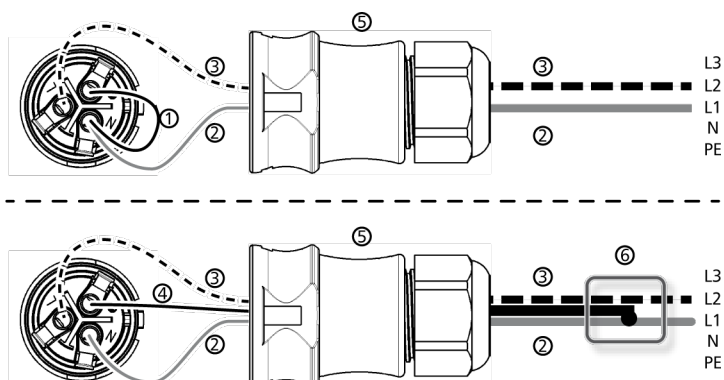

Fig. 8: Forbindelse fra N og FE i AC-stikket (øverst) eller underfordeler (nederst)
- N og L tilsluttes på vekselrettersiden mellem yderlederne L1 – L2. Se ② og ③ in Fig. 8.
Fig. 8 viser forbindelsen mellem L1 og FE på vekselrettersiden som eksempel:
2. ➤ Forbind på vekselrettersiden en af de to tilsluttede faser med FE. Etablér forbindelsen enten i AC-stikket eller i en ekstern underfordeler iht. Fig. 8.